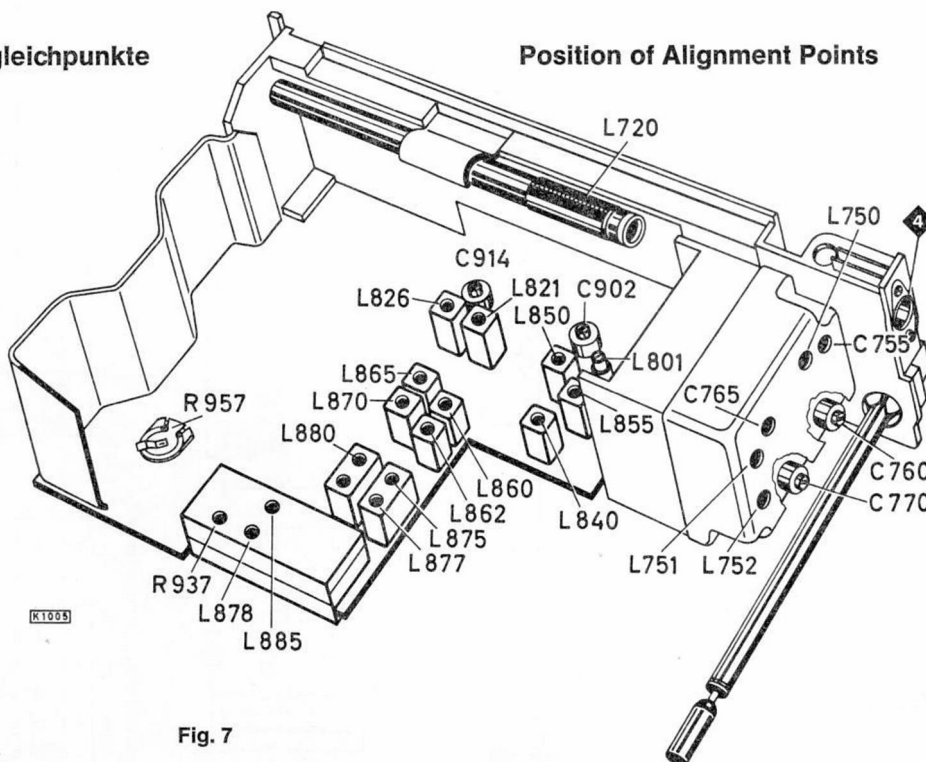

Fig. 7
1) Ein AM-Signal, 400 Hz, 30 % moduliert, soll eine Ratiospannung von 1,0 V erzeugen. Dann mit R 937 ein Spannungsminimum am Outputmeter einstellen, Fig. 7.
1) An AM signal, 400 cs, 30 % modulated, must produce a ratio voltage of 1.0 V. Adjust a voltage minimum at the outputmeter by means of R 937, see fig. 7.